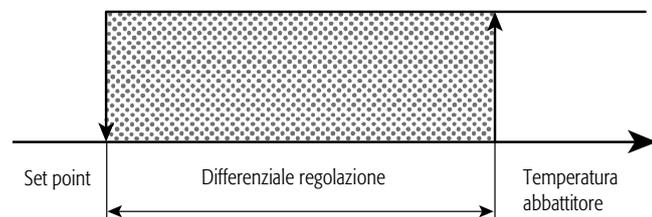

Fig. 4.3 Regolazione temperatura.
- se è selezionata la modalità di lavoro in parallelo, la regolazione della temperatura segue lo schema di fig. 4.3; il differenziale ed il set point per ogni fase sono gli stessi e la seconda fase viene attivata dopo aver atteso il ritardo temporale tra l'avvio di diversi compressori;